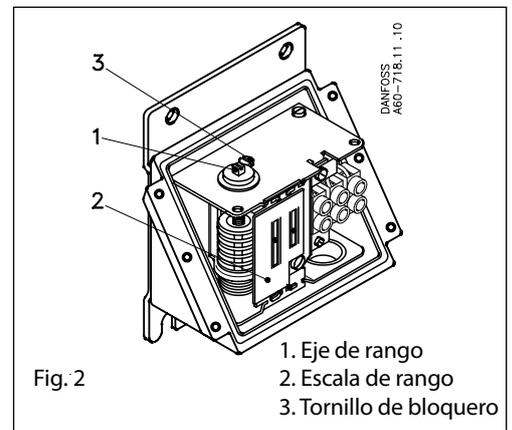

Fig. 2
Cuando se retira la cubierta del termostato y se afloja el tornillo de bloqueo (3) fig. 2, es posible ajustar el rango con el eje (1) al mismo tiempo que se observa la escala (2).